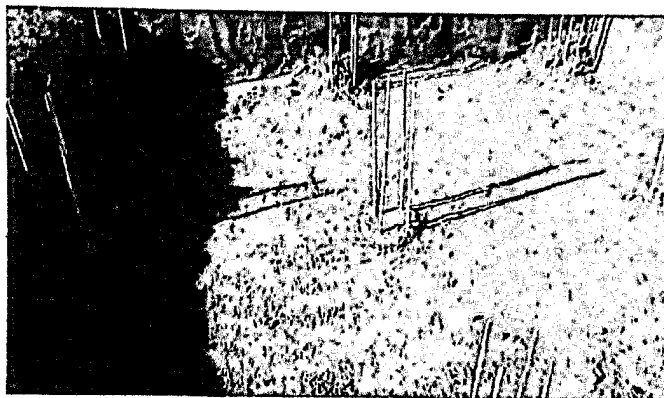

Figura 6
- Realizar as 9 estacas, conforme mostrado na Figura 6. As estacas devem ser dimensionadas conforme características do solo, para isso recomenda-se utilizar de pesquisa geotécnica e cálculo por engenheiro habilitado e missão de ART.